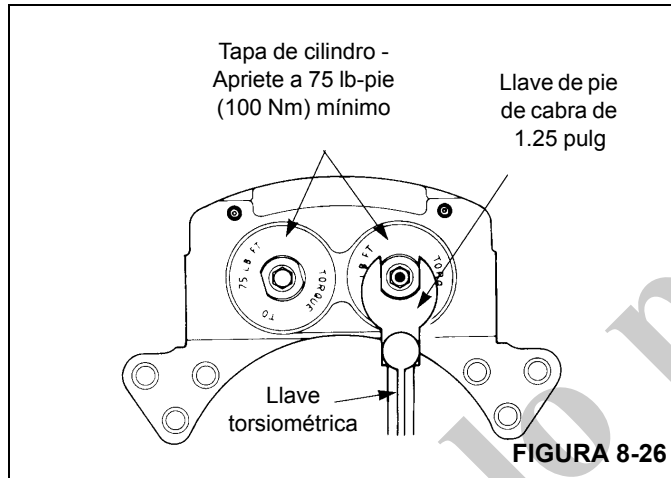

FIGURA 8-26
6. Instale las tapas de cilindro en la caja de las pinzas. Apriete las tapas de cilindro a un par de apriete mínimo de 75 lb-pie (102 Nm) según se ilustra en la (Figura 8-26).